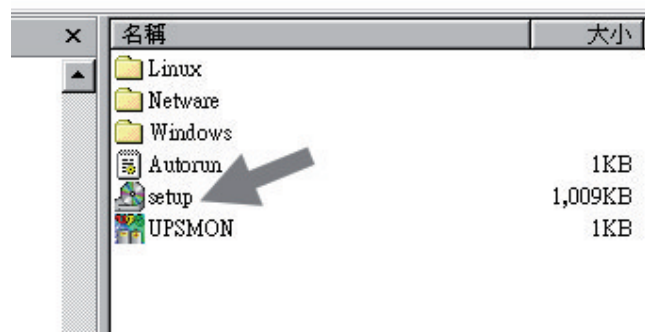

Bild 5.2
***Hinweis :** Wenn das Installationsprogramm nicht automatisch startet, wählen Sie Start → Programme → Windows Explorer (für Windows 98) und dann Doppel-click auf das Setup Icon (auf Ihrem CD-ROM Laufwerk, Bild 5.2).*